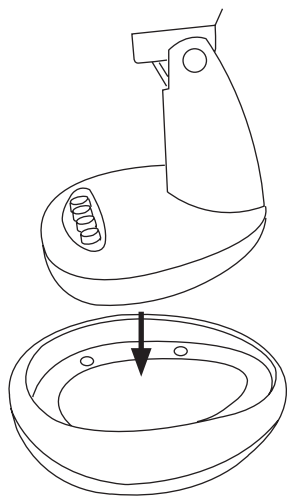

Fig.1
- Posicionar la base en cuerpo del aparato. (Fig.1)
- El aparato dispone de unos pies base (V) sobre el que se puede apoyar el producto.
- Fijar los pies base al cuerpo del aparato mediante los tornillos (Fig.1)